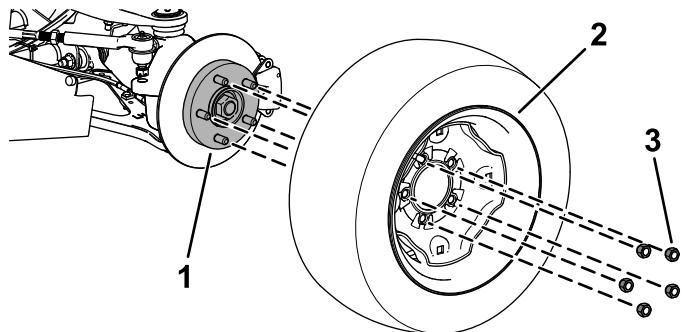

Figure 2
2. Retirez les écrous de roue qui fixent la roue au moyeu (Figure 2).
1. Montez la roue sur le moyeu avec les écrous de roues retirés précédemment (Figure 2).